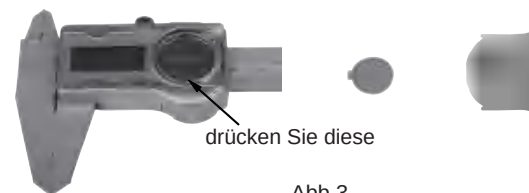

Abb.3
---Drücken Sie auf die Batterie (Abb. 3) und die Batterie löst sich aus dem Batteriefach.